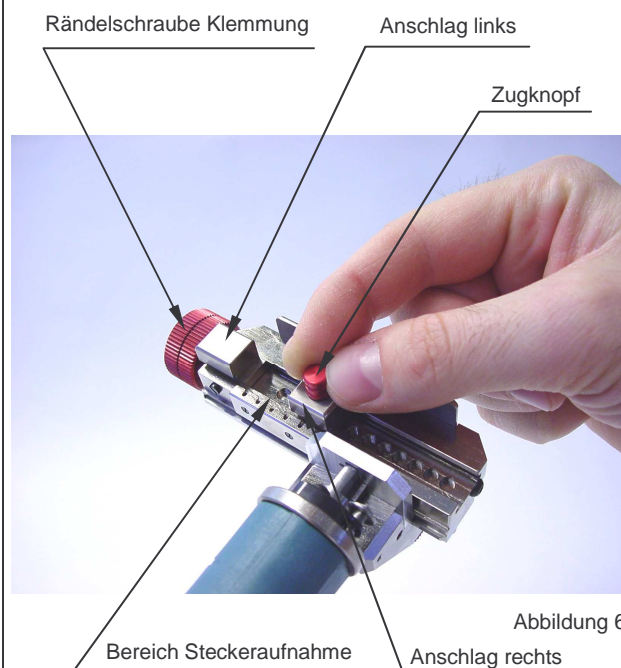

Abbildung 6
1. Lösen Sie den linken Anschlag, indem Sie die Rändelschraube zur Klemmung des Steckers nach links – gegen den Uhrzeigersinn - aufschrauben bis sich der Anschlag um ca. 1mm verschieben lässt (siehe Abbildung 6).
2. Um den Bereich der Steckeraufnahme auf die richtige Gehäuselänge einzustellen, heben Sie den roten Zugknopf des rechten Anschlags an und verschieben Sie ihn im Raster auf die gewünschte Länge (siehe Bild 6).